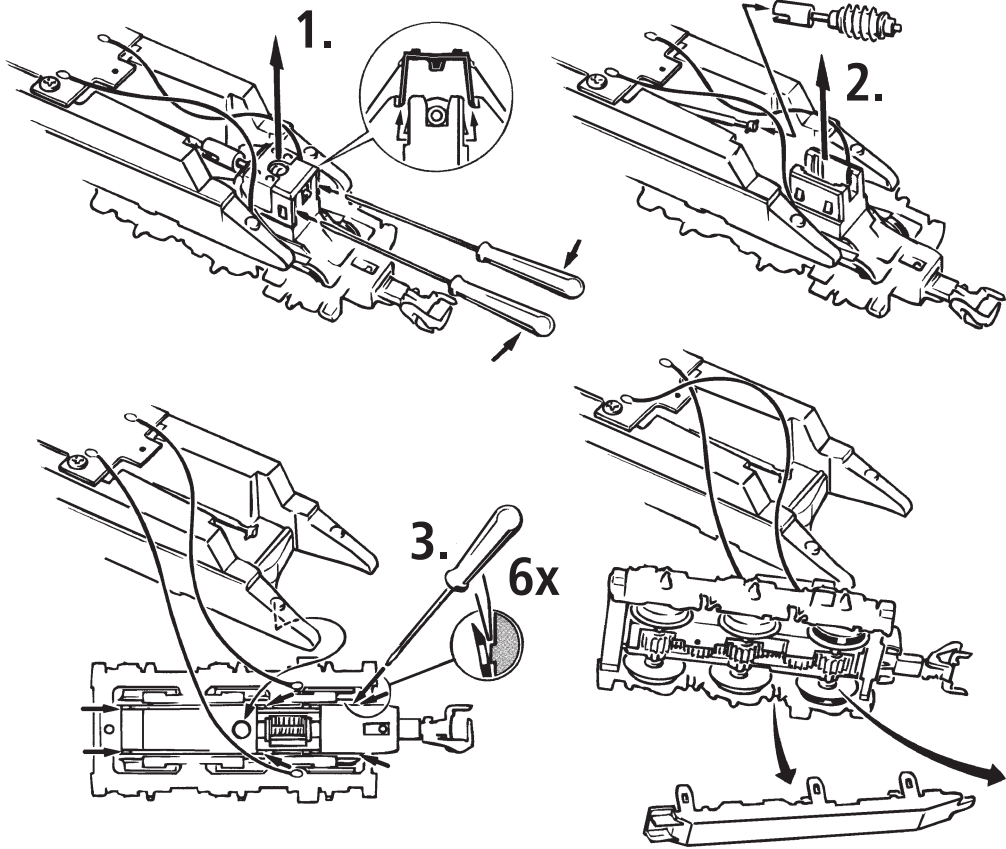
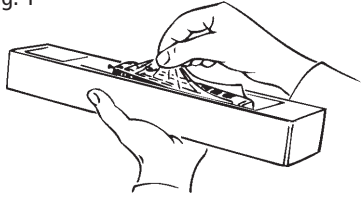

Fig. 8
Fig. 2
**2. Schmierung:** Versehen Sie die im Schmierplan in Fig. 6 gekennzeichneten Stellen mit nur **kleinen Öltropfen**. Dazu zuerst das Lokgehäuse abnehmen (Fig. 2). Wir empfehlen den **ROCO Öler Art.-Nr. 10906**. Fürs Schmieren der Getriebeteile (Zahnräder, Schnecke) empfehlen wir das **ROCO-Spezialfett Art.-Nr. 10905**. Im Falle der Schmierung diese Teile **nicht ölen**.
**Mehrzugbetrieb:** Zuerst Lokgehäuse abnehmen (Fig. 2). Danach den Brückenstecker aus der Schnittstelle entfernen (diesen sorgsam aufbewahren). Danach den Stecker des Decoders lagerichtig einsetzen (Fig. 3).
**4. Kohlebürstenwechsel:** Lokgehäuse abnehmen (Fig. 2). Danach wird der Motor ausgebaut und die Kohlebürsten ausgewechselt (Fig. 8).
**2. Lubrication:** Apply **tiny oil drops** to spots marked in fig. 6. Prior to lubrication dismantle locomotive (fig. 2). We recommend using item no. **10906, Roco oiler**. For lubrication the gearparts (e.g. cogwheels, worm) we should recommend our Roco **special grease** (item no. **10905**).
**4. Carbon Brush Changing:** First remove loco body (fig. 2), and then the motor (fig. 8).
**2. Graissage:** N'appliquez **qu'une tout petite goutte** aux endroits indiqués par le plan de graissage (fig. 6) après avoir démonté la caisse de la locomotive (fig. 2). Nous vous recommandons **le graisseur à huile Roco réf. 10906**. Pour graisser les engrenages (roues dentées, vis sans fin) nous vous conseillons la **graisse spéciale Roco réf. 10905** pour engrenages en matières synthétiques. Lorsque vous utilisez cette graisse il faut éviter d'huiler ces composants.
**4. Remplacement des balais du moteur:** Démontez la caisse (fig. 2). Démontez ensuite le moteur et échangez le balais (fig. 8).
1. siehe see voir } Fig.2